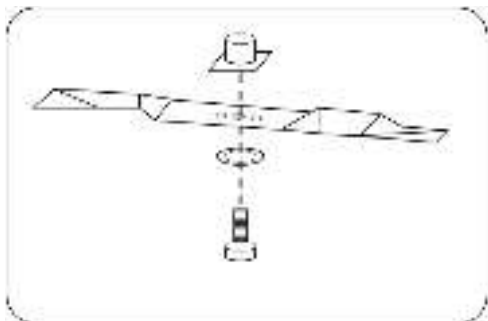

Рис. 22
3. Удерживая нож рукой, открутите болт крепления ножа гаечным ключом (в комплект не входит) (рис. 22).